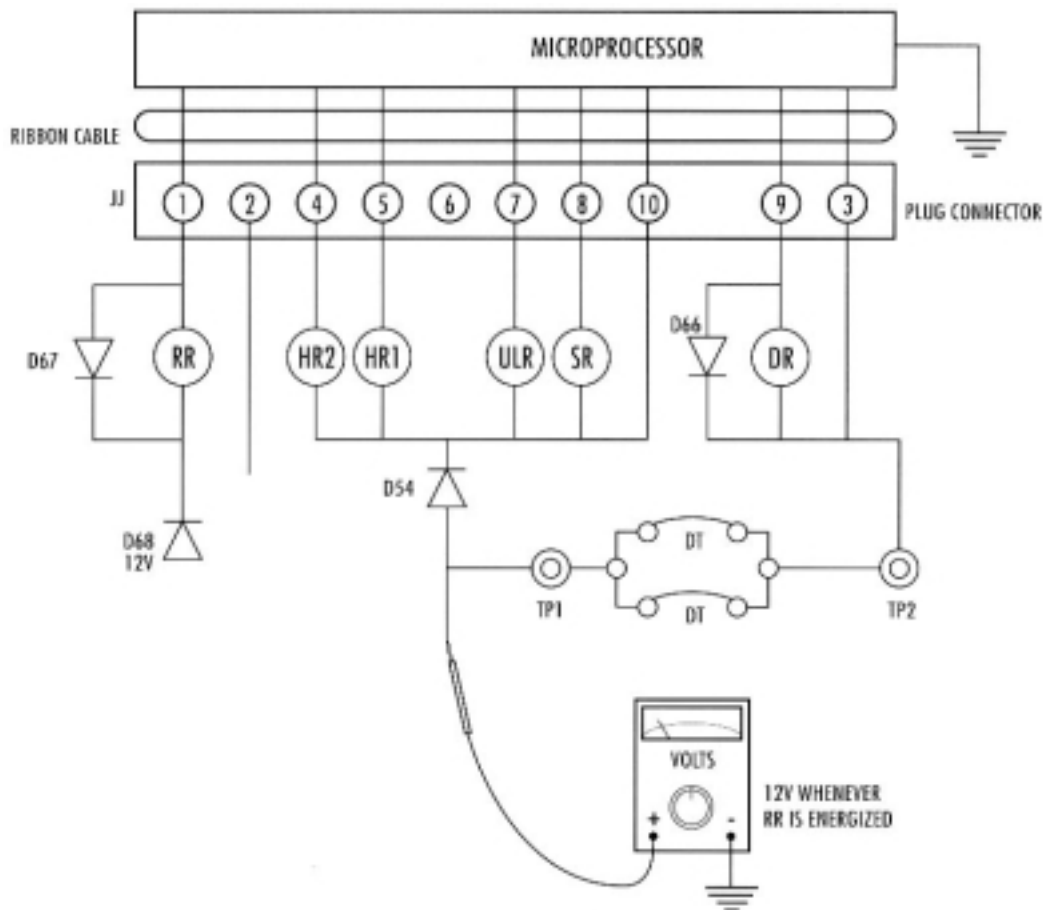

Рис. 20 Подключение управляющих реле
Существенное отличие агрегата EURO-PHOENIX PLUS с микропроцессорным управлением от агрегатов с электромеханическим электронным контроллером заключается в том, как происходит управление реле. В агрегатах с электромеханическим управлением происходит активация катушек реле с помощью приложения положительного потенциала или его удаления с катушки при уже замкнутой цепи заземления. Микропроцессорная система управления постоянно поддерживает положительный потенциал на катушках всех реле через включенное главное реле (RR) и управляет каждой катушкой путем замыкания или прерывания цепи заземления. Это можно наблюдать на вольтметре (см. рис. 20).